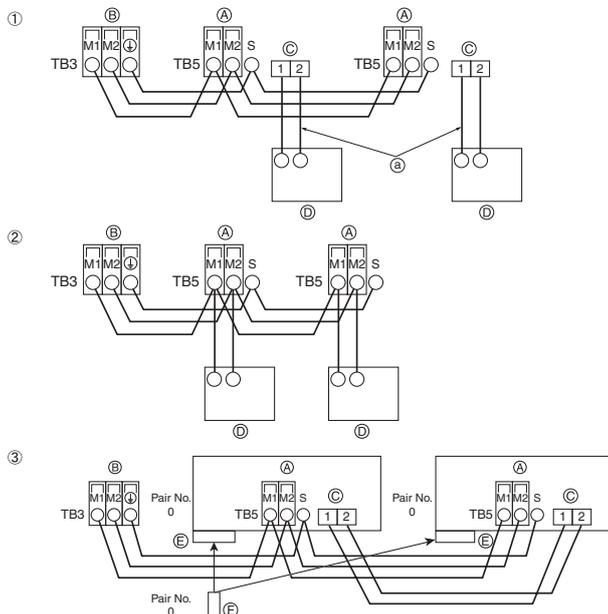

Fig. 5-4
5.4. 连接遥控器、室内和室外传送电缆 (Fig. 5-4)